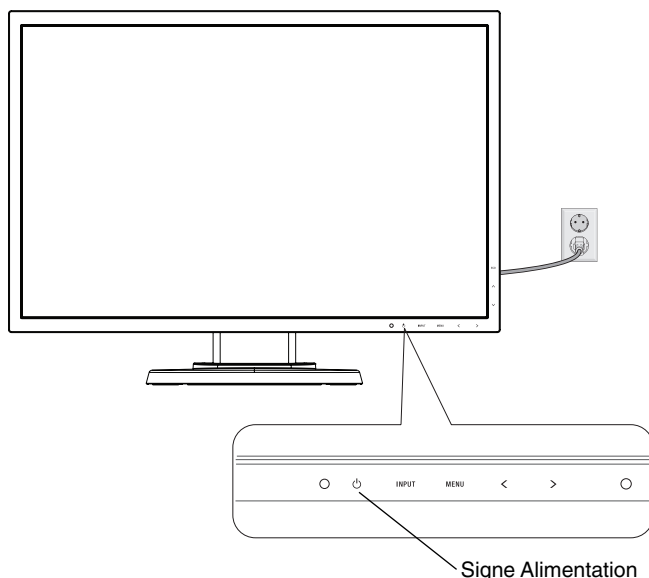

Figure E.1
- Allumez l'ordinateur, puis le moniteur en appuyant sur le symbole d'alimentation situé sur la face avant (**Figure E.1**).